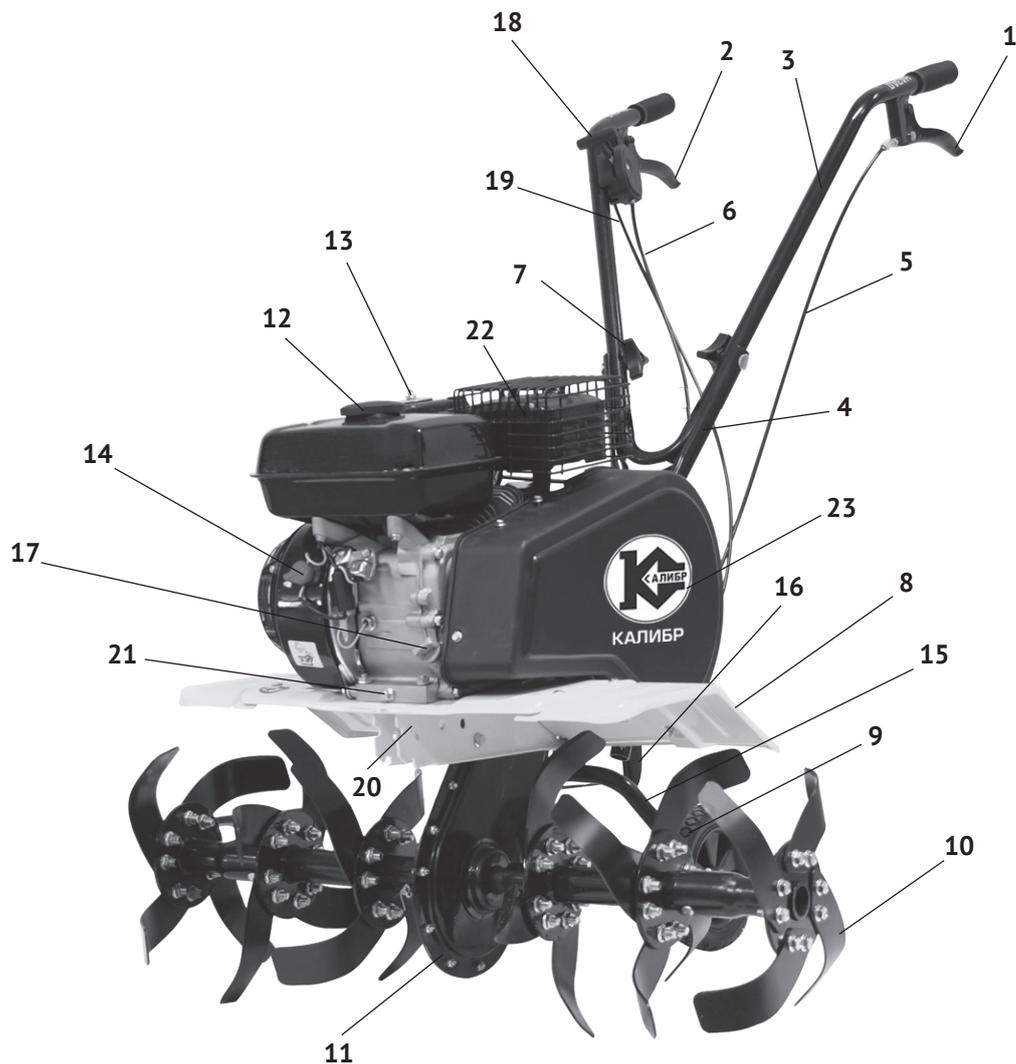

рис. 1
Двигатель работает на неэтилированном бензине АИ- 92. Он оснащён мембранным карбюратором и электронной системой зажигания. Для запуска двигателя служит ручной стартёр. Органы управления культиватором (рычаги привода фрез для движения «вперёд»/ «назад» и рычаг управления дроссельной заслонкой) расположены на рукоятке управления (рис.1 поз.3). На двигателе находятся: топливный кран (положения «ON» и «OFF»), воздушная заслонка (положения «открыто» и «закрыто») и выключатель зажигания (положения «ON» и «OFF»).
Двигатель культиватора и передаточный механизм закреплены на раме (рис.1 поз.20). Коленчатый вал двигателя, расположенный горизонтально, передаёт крутящий момент, ремёнными передачами, на большой двухручье́вый шкив, закреплённый на ведущем валу с приводной звёздочкой цепи. Передача вращения с ведущего вала на приводной вал фрез осуществляется цепной передачей. При нажатии на один из рычагов управления приводом фрез (рис.1 поз.1 или 2), ролик прижимного механизма натягивает один из ремней и большой шкив с ведущим валом приводной звёздочки цепи начинает вращаться. Ведомая звёздочка с валом редуктора передаёт вращение на фрезы культиватора. При движении «вперёд» (нажат рычаг 2 рис.1) фрезы культиватора производят обработку грунта. Движение «назад» (нажат рычаг 1 рис.1) применяется для отвода культиватора после обработки, при невозможности его разворота (мешают кусты, опоры, деревья).
## 2.5 Общий вид культиватора представлен на рис.1
- присоединив колёса с двух сторон к опорному кронштейну, зафиксировать их болтовым соединением с внешней стороны кронштейна (рис.1 поз.15).
- совместить крепёжные отверстия в нижней части рукояток управления (рис.1 поз.4) с отверстиями на раме культиватора;
- прикрепить верхнюю рукоятку (рис.1 поз.3) к нижним гайками-барашками.
- установить регулятор глубины вспашки (рис.1 поз.16) на раму культиватора;
- раскрутить винтовое соединение рычага управления дроссельной заслонкой (рис.1 поз.18);
- прикрепить трос управления дроссельной заслонкой (рис.1 поз.19) так, чтобы он располагался с внутренней стороны;
- раскрутить винтовое соединение рычага привода фрез (рис.1 поз.1 и поз.2);
- для удобства транспортировки культиватора, регулятор глубины вспашки (рис.1 поз.16)
Выкрутите пробку-щуп (рис.1 поз.17) из маслозаливной горловины и залейте в картер масло необходимой марки до нижнего края горловины. Вставьте сухой чистый щуп в горловину картера и извлеките его. Проверьте уровень масла: граница смоченной области щупа должна располагаться между отметками минимального и максимального уровней.
Открутите крышку топливного бака (рис.1 поз.12). Заливайте бензин в топливный бак не более чем на 1 см ниже уровня основания заливной горловины. Перед запуском двигателя тщательно протрите крышку бензобака, удалив возможные при заправке брызги топлива.
Перед запуском убедитесь, что рычаги привода фрез (рис.1 поз.1 и 2) не нажаты.
- перевести выключатель зажигания (рис.1 поз.14) в положение «ON» – включено;
После прогрева двигателя в течение 10-40 секунд (в зависимости от начальной температуры), переведите рычаг воздушной заслонки в крайнее правое положение - «открыто», а рычаг управления дроссельной заслонкой (рис.1 поз.18) в положение «минимально».
- отпустить рычаг привода фрез (рис.1 поз.1 или 2) для их остановки;
- перевести рычаг регулировки дроссельной заслонкой (рис.1 поз.18) в положение «минимально»;